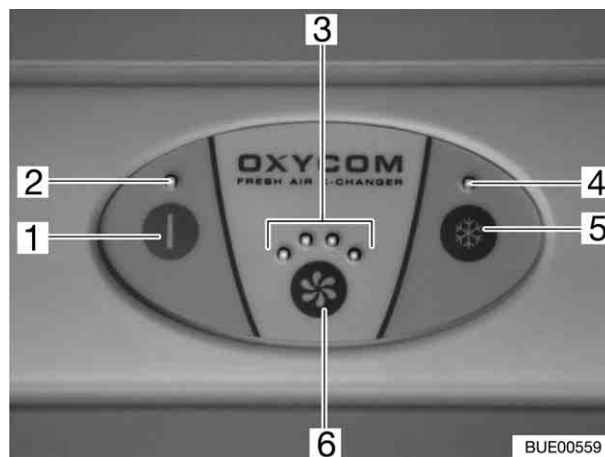

Fig. 213 Pupitre de commande
- Appuyer sur l'interrupteur secteur (Fig. 213,1). La climatisation se met marche à partir de la fonction sélectionnée en dernier. La LED (Fig. 213,2) s'allume.
- Sélectionner le niveau de ventilation désiré. Pour cela, appuyer plusieurs fois sur la touche du ventilateur (Fig. 213,6) jusqu'à ce que le niveau de ventilation désiré soit atteint (4 vitesses au maximum).
La LED correspondante (Fig. 213,3) affiche le niveau de ventilation.
- Appuyer sur la touche de refroidissement (Fig. 213,5). La LED (Fig. 213,4) s'allume.
Le début de la phase de refroidissement dure env. 3 minutes. Au cours de cette phase, toutes les LED (Fig. 213,3) clignotent.
- Appuyer sur l'interrupteur secteur (Fig. 213,1).